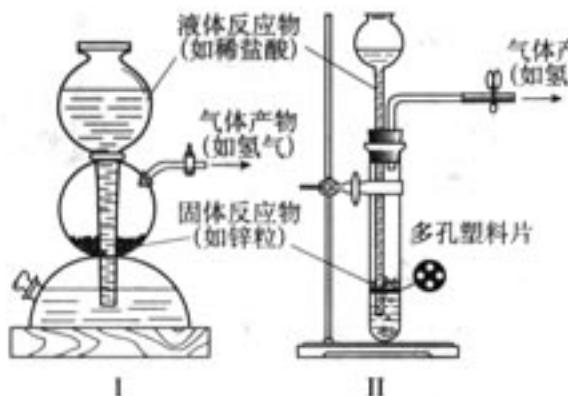

图 4-1 气体发生装置
仔细观察图 4-1 中的两个气体发生装置和图 4-2、图 4-3 所示两个实验，思考下列问题：
- 图 4-1 中两个气体发生装置有什么异同？各有什么特点？